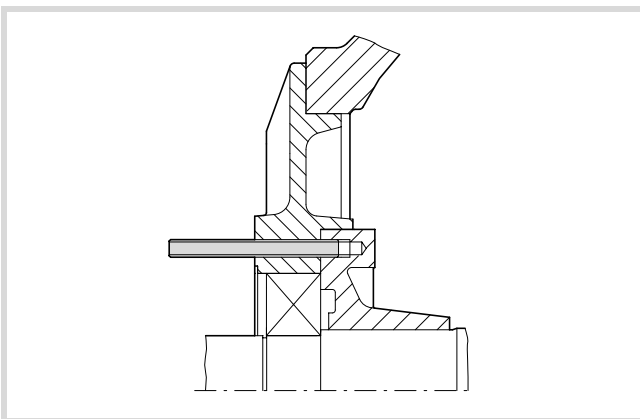

Abbildung 30: Gewindebolzen einschrauben
- ▶ Zur Montageerleichterung schrauben Sie einen Gewindebolzen in eines der Gewindeflöcher der inneren Lagerdeckel ein (→ Abb. 30).
① Fettkanal
- ▶ Vor Entfernen des Gewindebolzens (→ Abb. 30) schrauben Sie mindestens eine Lagerdeckelbefestigungsschraube ein.